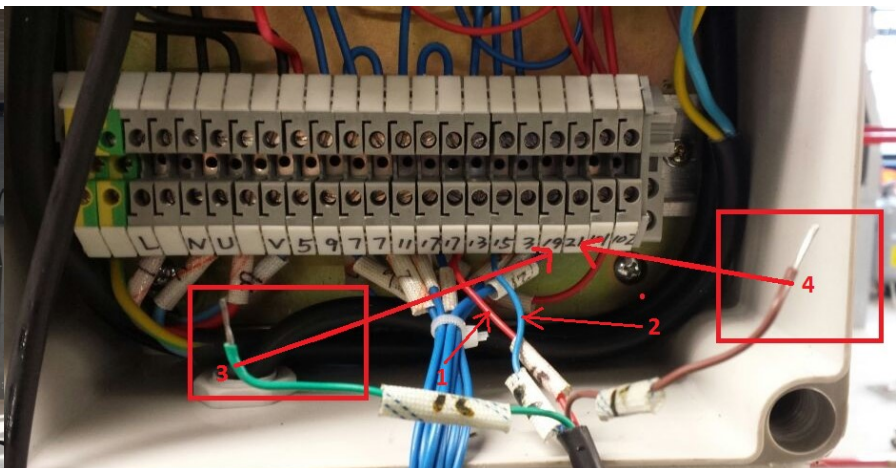

Fig.10
3. Sluit de blauwe kabel (2, fig.10) aan op positie 15, de rode kabel (1, fig.10) op positie 17, de groene kabel (3, fig.10) op positie 19 en de bruine kabel (4, fig.10) op positie 21. deze kabels zijn van de onderste limietschakelaar.